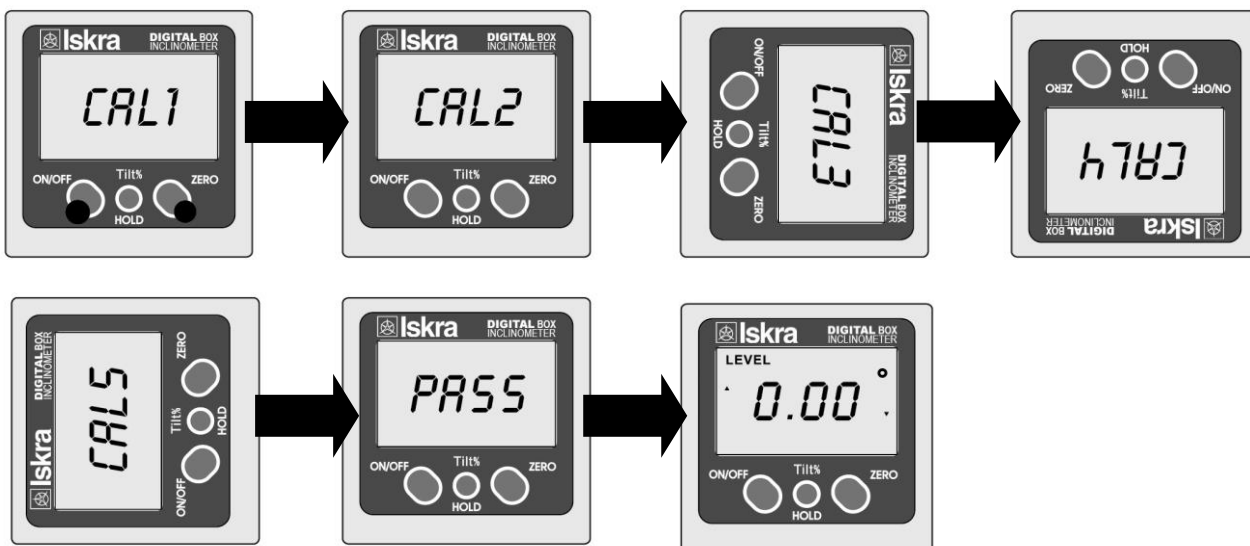

FIG. 3
- Kotomer postavite na vodoravno površino. Pritisnite tipko „ZERO“ in nato tipko za vklop. Na zaslonu se izpiše „CAL 1“, kar pomeni da naprava deluje v načinu kalibracije. (Fig. 3)
- Ponovno pritisnite tipko „ZERO“. Na zaslonu se izpiše „CAL 2“. Prekucnite kotomer za 90° in pritisnite tipko „ZERO“. Na zaslonu se izpiše „CAL 3“. Prekucnite kotomer za 90° in pritisnite tipko „ZERO“. Na zaslonu se izpiše „CAL 4“. Prekucnite kotomer za 90° in pritisnite tipko „ZERO“. Na zaslonu se izpiše „CAL 5“. (Fig. 3)